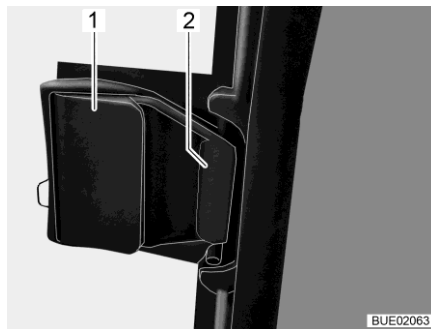

Bild 117 Schiebefenster, verriegelt
- Entriegelungselement (Bild 117,1) ziehen. Der Riegel (Bild 117,2) öffnet.